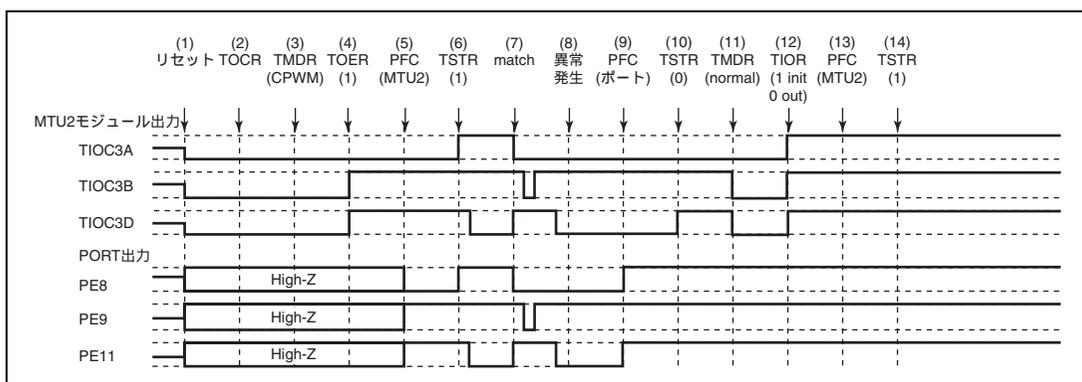

図 11.135 相補 PWM モードで異常が発生し、ノーマルモードで復帰する場合
相補 PWM モードで異常が発生し、再設定後ノーマルモードで再スタートする場合の説明図を図 11.135 に示します。
- (1) ~ (10) は図 11.135 と共通です。
- (11) PWM モード 1 を設定してください (本モジュール出力はローレベルとなります)。
- (12) TIOR で端子を初期化してください (PWM モード 1 では TIOC*B 側は初期化されません)。
- (13) 汎用入出力ポートで本モジュール出力としてください。
- (14) TSTR で再スタートします。
(23) 相補 PWM モードで動作中に異常が発生し、相補 PWM モードで再スタートする場合の動作
- (11) 汎用入出力ポートで本モジュール出力としてください。
- (12) TSTR で再スタートします。
- (13) コンペアマッチの発生により相補 PWM 波形を出力します。
(24) 相補 PWM モードで動作中に異常が発生し、相補 PWM モードで新たに再スタートする場合の動作
- (11) ノーマルモードを設定し新しい設定値を設定してください (本モジュール出力はローレベルとなります)。
- (12) TOER でチャンネル 3、4 の出力を禁止してください。
- (13) TOCR で相補 PWM モードの出力レベルと周期出力の許可禁止を選択してください。
- (14) 相補 PWM を設定します。
- (15) TOER でチャンネル 3、4 の出力を許可してください。
- (16) 汎用入出力ポートで本モジュール出力としてください。
- (17) TSTR で再スタートします。
(25) 相補 PWM モードで動作中に異常が発生し、リセット同期 PWM モードで再スタートする場合の動作
- (11) ノーマルモードを設定してください (本モジュール出力はローレベルとなります)。
- (13) TOCR でリセット同期 PWM モードの出力レベルと周期出力の許可禁止を選択してください。
- (14) リセット同期 PWM を設定します。
(26) リセット同期 PWM モードで動作中に異常が発生し、ノーマルモードで再スタートする場合の動作